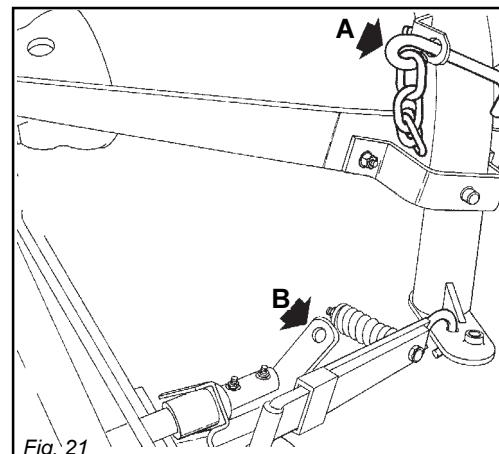

Fig. 21
- Sfilare il gancio di sicurezza (A, Fig. 21), e riporlo nell'alloggiamento superiore del telaio. Regolare la minima lunghezza per agganciarlo in (B, Fig. 21) con la falciatrice sollevata.
- Den Sicherheitshaken (A, Abb. 21) herausziehen und in der Stelle einstecken. Der Sicherheitshaken dient nur für den Transport; beim Mähen muss er immer gelöst werden. Seine Länge soll mit hochgestellter Maschine reguliert werden, damit diese Länge zum Anhaken des Mäherwerks, in der Stelle (B, Abb. 21) am geringsten ist.
- Désenfiler le crochet de sécurité (A, Fig. 21), qui sert seulement pour le transport et le remettre dans le logement supérieur du châssis. Régler la longueur minimale pour l'accrocher en (B, Fig. 21) avec la faucheuse soulevée.
- Quitar el gancho de seguridad (A, Fig. 21), que sirve solamente para el transporte y ponerlo en el alojamiento superior del chasis. Regular la longitud mínima para engancharlo en (B, Fig. 21) con la segadora levantada.